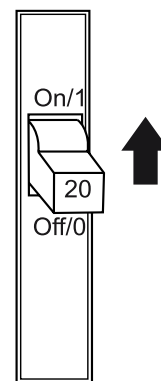

Figure 72. Disjoncteur GFCI
2. Placez un **disjoncteur GFCI** (Figure 72) en position **ON**.